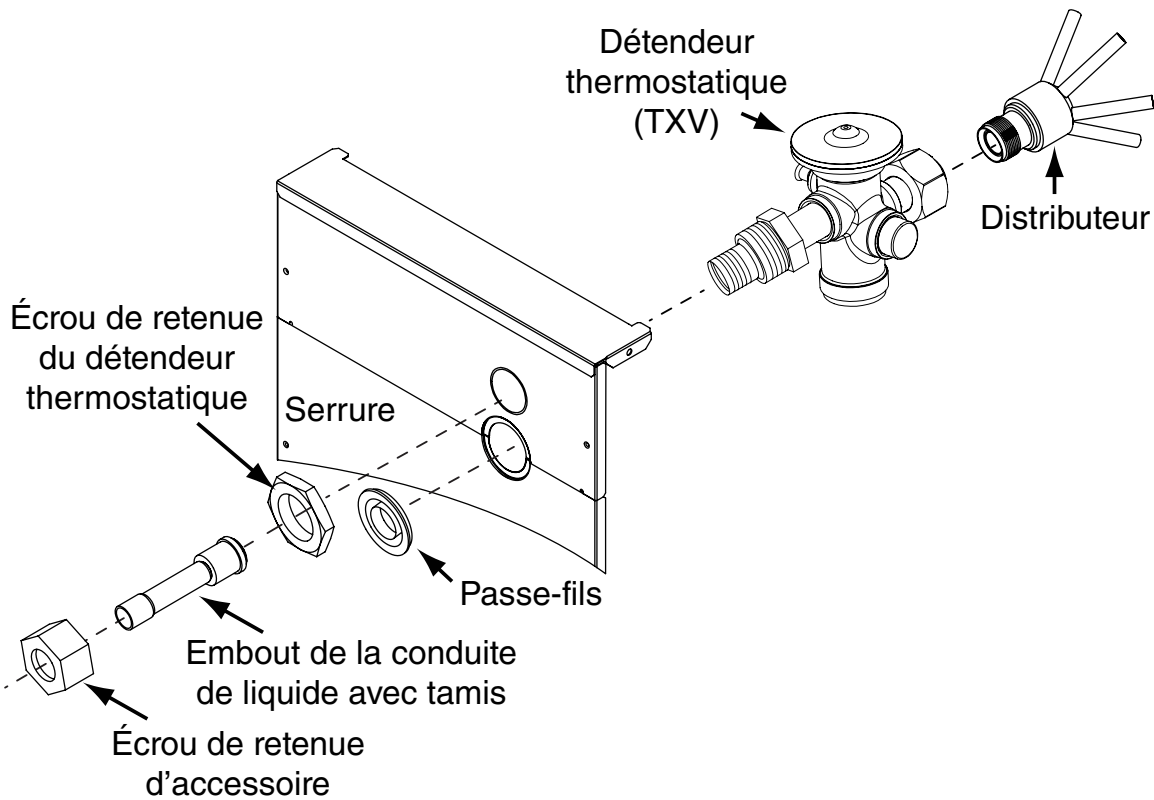

Figure 3. Ensemble du détendeur thermostatique
- Installez l'écrou de retenue du détendeur thermostatique sur l'entrée du détendeur thermostatique. Voyez la Figure 3 (page 6).
- Alignez l'écrou de retenue sur le boîtier du détendeur thermostatique et serrez les deux composantes à la main. Tracez une ligne sur les deux boîtiers, puis serrez $\frac{1}{4}$ tour de plus à l'aide de deux clés. Voyez la Figure 3. **REMARQUE** : Le mouvement des deux conduites montre à quel point l'écrou est serré. Si une clé dynamométrique est utilisée, serrez entre 10 et 12 pi-lb ou 14 et 16 Nm.